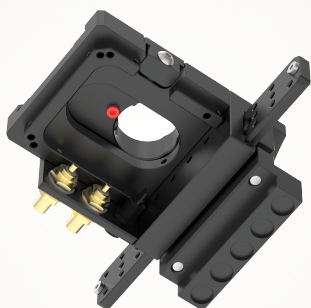

FIG. 09 Trennpunkt — **untere Feststellschraube** des Tonarm-Gleitspannstocks
- 01 Lösen Sie die **Feststellschraube an der Unterseite** des Tonarm-Gleitspannstocks und trennen Sie ihn vollständig vom Chassis. (siehe FIG.09)